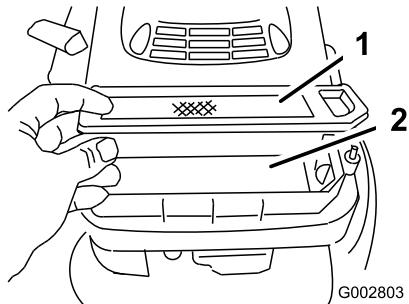

Figura 24
- Retire e inspeccione el filtro de aire de papel (Figura 24), y deséchelo si está excesivamente sucio.